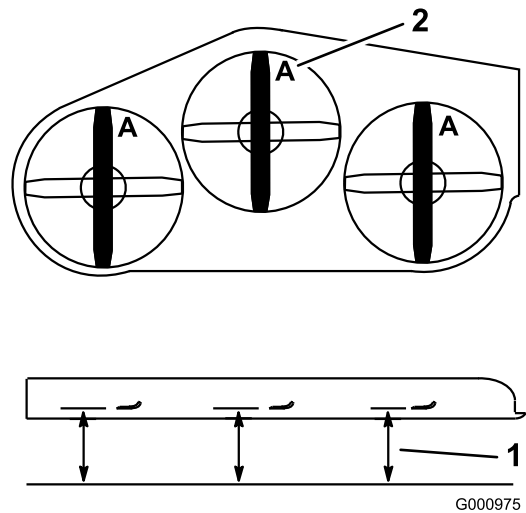

Figure 82
3. Tournez les lames dans le sens longitudinal (Figure 82).
4. Mesurez la distance entre la surface plane et le tranchant (position A) des lames (Figure 82)